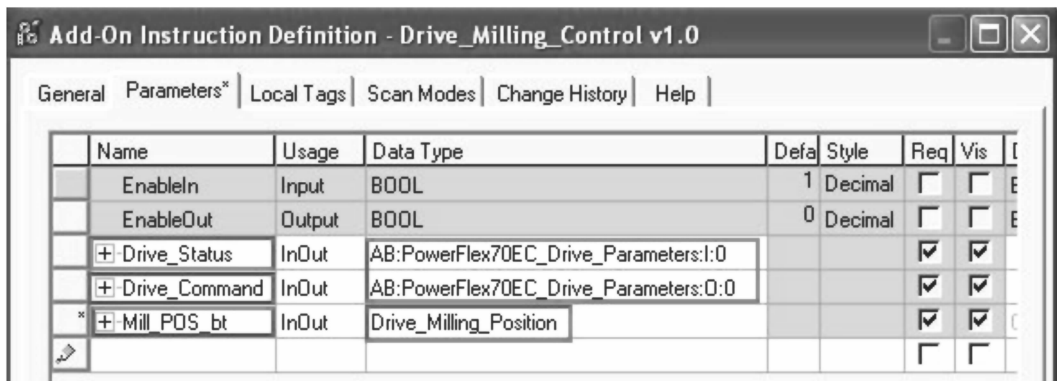

图 19-3 参数选项卡
- 创建以下参数。如图 19-3 所见, 作为读写参数也可以使用模块定义类型。